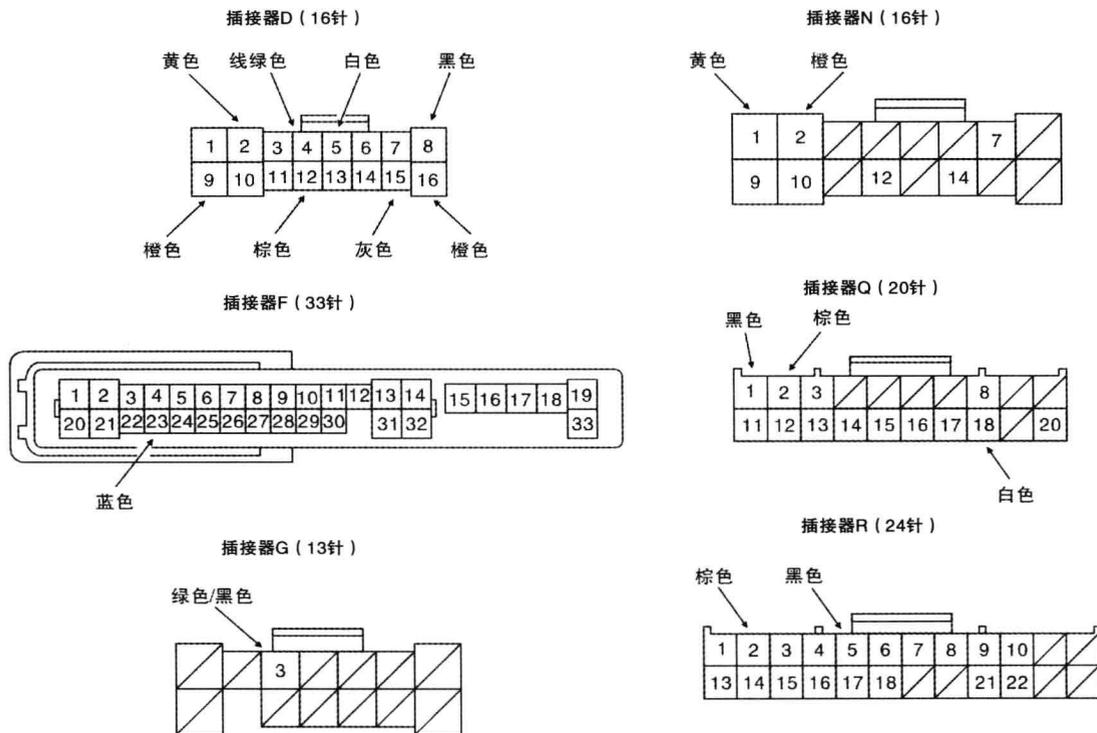

图1-1-2 断开驾驶人侧仪表板下熔丝/继电器盒插接器D、F、G、N、Q和R
2) 断开驾驶人侧仪表板下熔丝/继电器盒插接器D、F、G、N、Q和R，如图1-1-2所示。